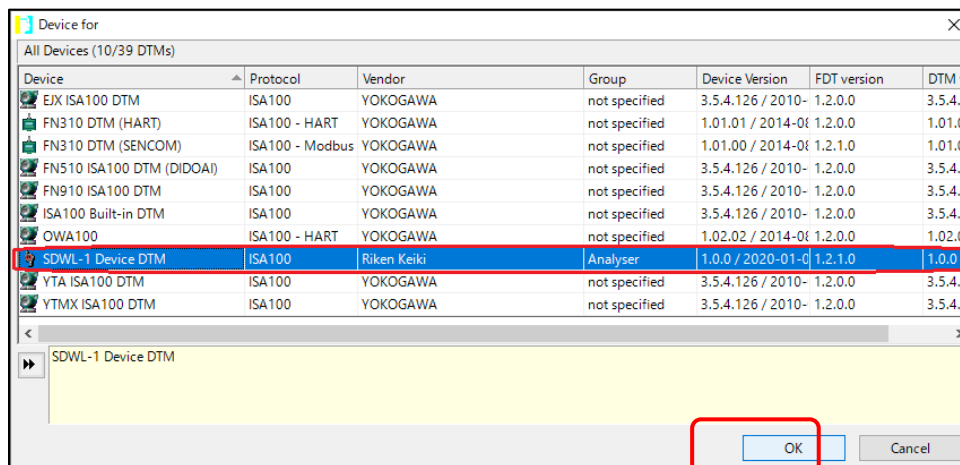

図 5-28 SDWL-1 DTM の選択
⑦ デバイス一覧表から SDWL-1 の DTM「SDWL-1 Device DTM」を選択します。(図 5-28)
- ⑦ デバイス一覧表から SDWL-1 の DTM「SDWL-1 Device DTM」を選択します。(図 5-45、図 5-28)